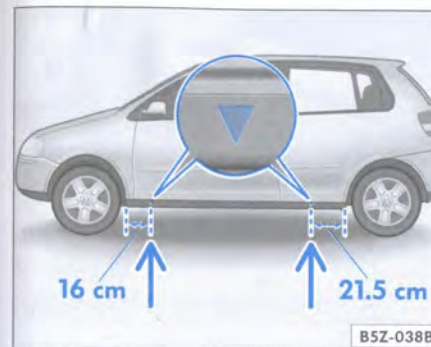

Fig. 139 Puntos de recepción del gato
1. Ubique el punto de recepción ⇒ fig. 139 del gato ⇒ ⚠ lo más cercano posible de la rueda que se pretende cambiar. La figura muestra como ejemplo la ubicación de los rebajos en la carrocería de un Lupo.
El gato sólo puede aplicarse en los puntos de recepción indicados ⇒ fig. 139. El punto de recepción delantero está a una distancia de 16 cm aproximadamente y el trasero, 21,5 cm del alojamiento de la rueda. En los largueros de ambos lados existen rebajos que indican el correspondiente punto de recepción por debajo del vehículo.